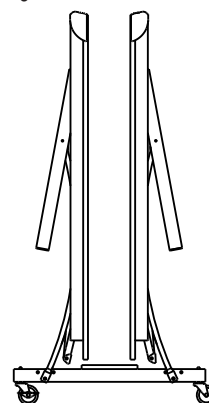

Figura 15
4. Levante la otra mitad del tablero de la misma manera. Ver Figura 15.